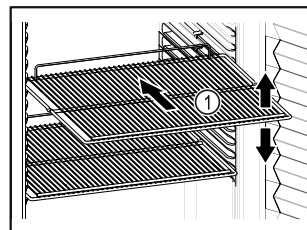

Fig. 57 Esimerkkikuva
- Sovita siirrettävät ritalatasot Fig. 57 (1) korkeuden mukaan.